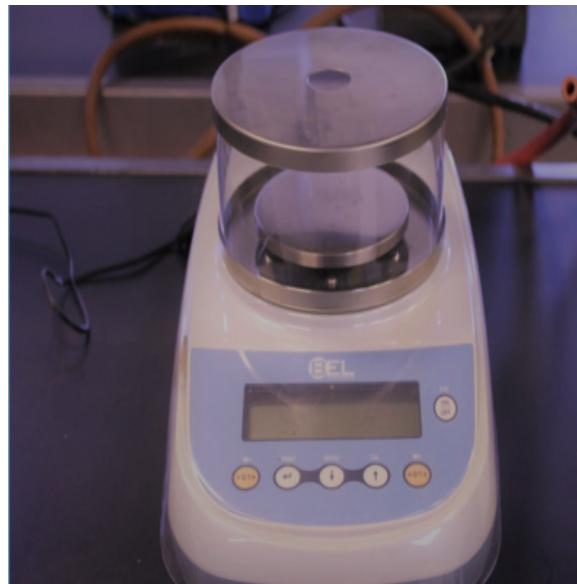

Imagen 2: Balanza Granataria
- Cuando se necesita medir una masa considerable de sustancia, o cuando no se requiere de mayor precisión en el resultado, se utiliza una Balanza Granataria. Estas balanzas pueden ser mecánicas o eléctricas. (Imagen 2)
Las balanzas granatarias digitales (imagen 2), son balanzas de precisión media, con una sensibilidad del orden de la décima (0,1) g y centésima (0,01) g. Suelen emplearse en los siguientes casos: